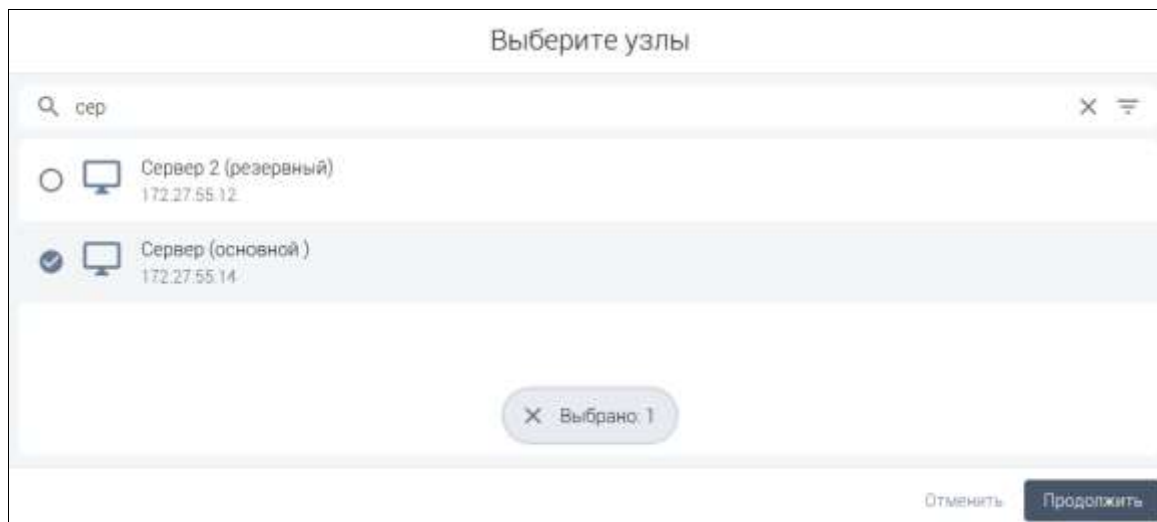

Рисунок 8 — Выбор узла установки
– для запуска установки необходимо нажать на кнопку [Установить] на лицевой стороне карточки пакета или открыв карточку, выбрать Узел для установки из предложенного списка узлов системы (Рисунок 8), нажать [Продолжить]. Модуль сопряжения устанавливается на сервер Равелина (основной и резервный);